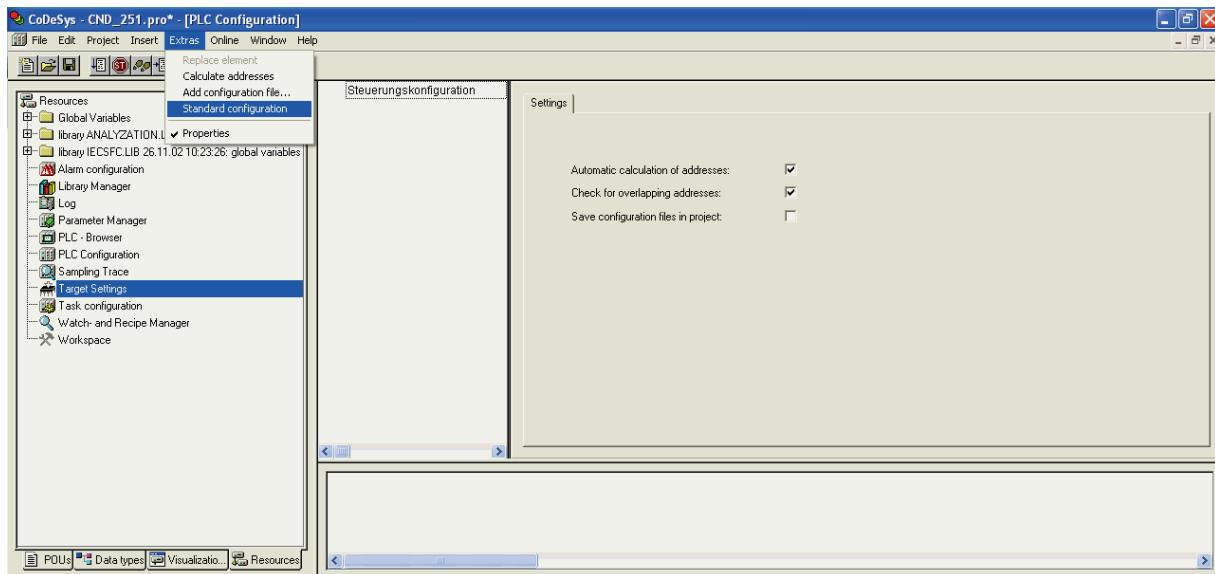

Рисунок 1.2 – Запуск стандартной Конфигурации
- В работе пользователя при переходе от **Target file** иного производителя к **Target file** разработки ОВЕН в окне **PLC Configuration** возникает следующая ситуация: дерево Конфигурации отсутствует. Для создания стандартной Конфигурации пользователь вызывает в главном меню среды разработки опцию **Extras|Standard Configuration** (см. рисунок 1.2.), в результате чего появляется экранная форма, аналогичная представленной на рисунке 1.1.